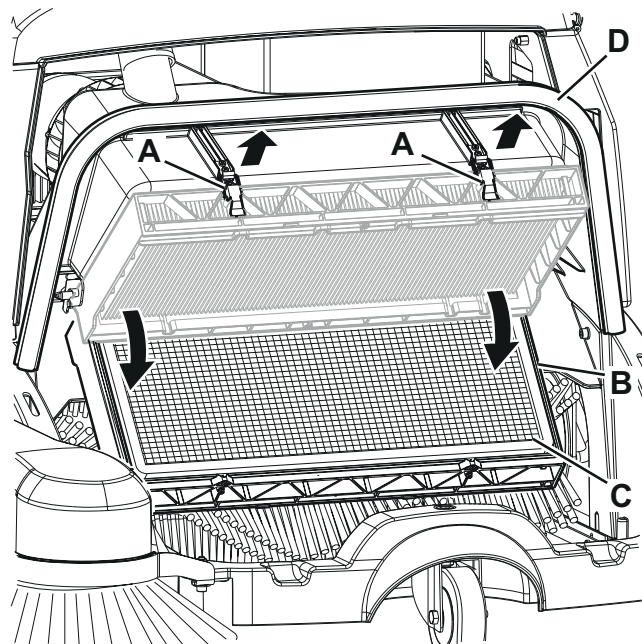
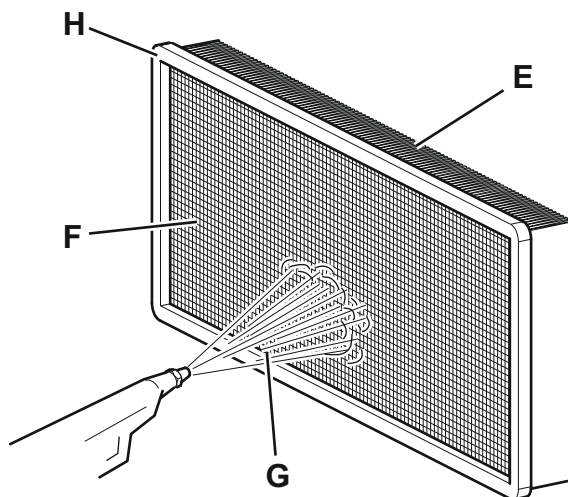

Рис. 11
Рис. 12
2. Поверните ключ зажигания (2) в положение «0».
3. Выньте бункер (14).
4. Отпустите рычаги (А, Рис. 11) и переместите крепеж фильтра (В) по направлению вниз.
6. На открытом воздухе прочистите пылевой фильтр, для чего встряхните его над горизонтальной и чистой поверхностью, и постучите со стороны (Е, Рис. 12), противоположной проволочной сетке (F).
7. Завершите очистку сжатым воздухом (G) при максимальном давлении 6 бар, обдувая только со стороны, защищенной проволочной сетки (F). Кроме того, в зависимости от типа фильтра соблюдайте следующие меры предосторожности:
9. В случае необходимости очистьте резиновое уплотнение отсека фильтра (D, Рис. 11) по периметру и проверьте его на целостность. При необходимости замените его.